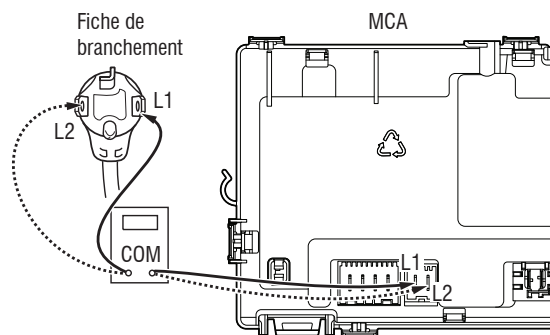

Figure 4b – Brancher aux broches de branchement pour la sècheuse électrique
3. À l'aide d'un ohmmètre, vérifier la continuité des connexions L1 et L2 du cordon d'alimentation pour trouver L1 et L2 sur le MCA. Voir figure 4b.